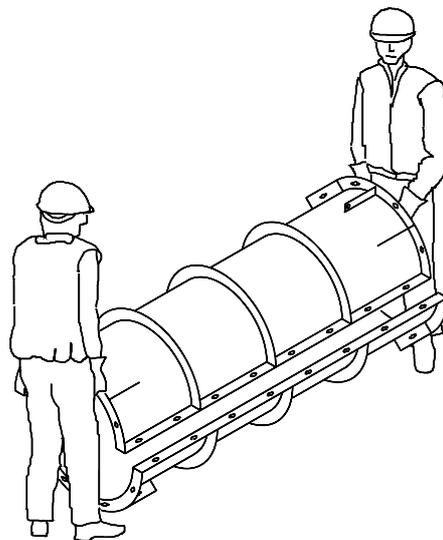

Figura 4
- ❖ Una vez aplicado el desencofrante, se procederá a ensamblar los paneles entre sí (Ver figura 4). Debido al peso de los mismos, en algunos casos nos veremos obligados a la utilización de la grúa.